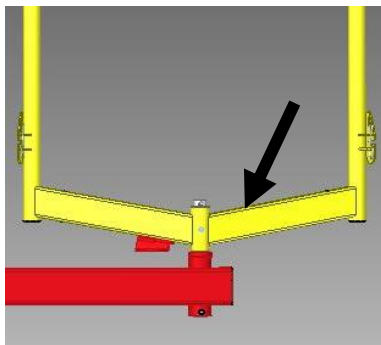

Abbildung 5
- Montieren Sie die Striegelfeldgabel an den Flanschrahmen (Abbildung 5).